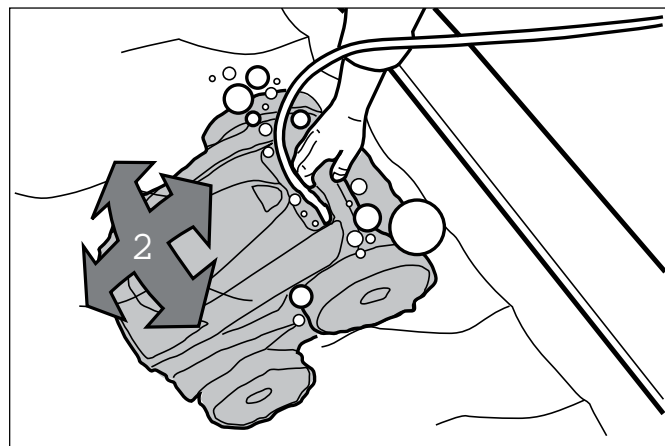

Figure 16. Robot nettoyeur descendant au fond de la piscine
2. S'assurer que le nettoyeur descende jusqu'au fond de la piscine et ne s'arrête pas (Figure 16).